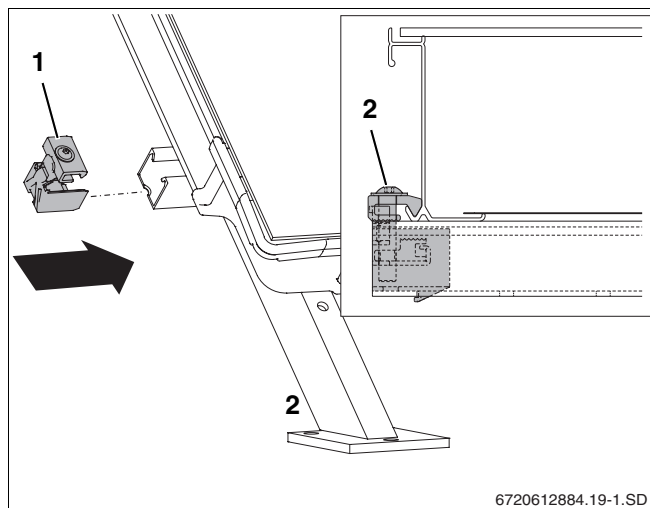

fig. 18 Tensor do colector à esquerda
- ▶ Empurre o tensor do colector (fig. 18, **item 1**) nos perfis superior e inferior.
- ▶ Empurre o tensor do colector até à moldura do colector e aparafusar com a chave SW5 (fig. 18, **item 2**).